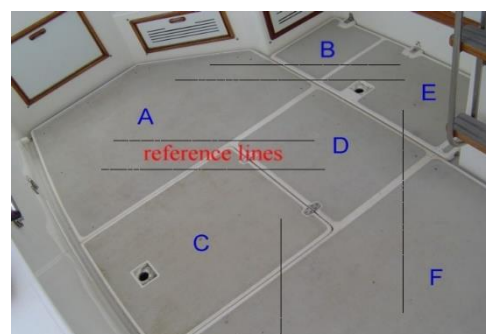

FIGURE 6
12. Inscrire des repères et instructions sur le gabarit si deux ou plusieurs panneaux doivent être alignés (par exemple : les marches, les sièges ou le cockpit par rapport à la plateforme d'accès, ou les marches à aligner avec le pont du poste de pilotage (fig.6)
14. Si plusieurs ponts sont à aligner, marquer chacun d'eux et faire un croquis de positionnement simple sur l'un d'eux. Le croquis doit comprendre des repérages, l'emplacement des ponts, la position du centre, les lignes de référence et les jeux si nécessaire (entre panneau et trappe) (fig. 6)